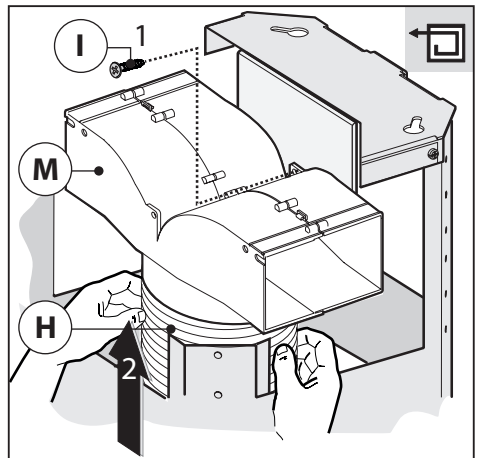
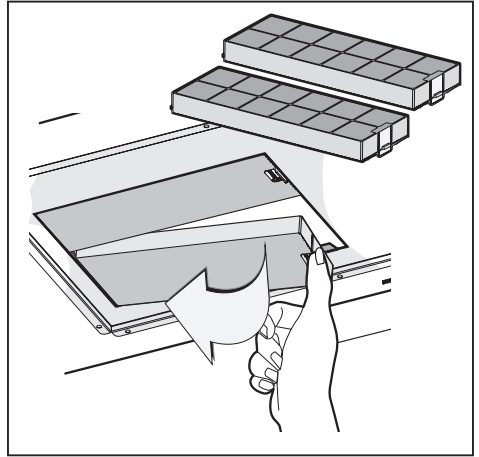
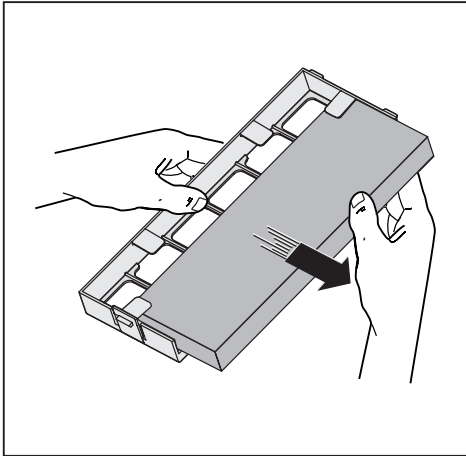

Fig.13
Fig.16
Fig.17
•**Versione filtrante:** abbiamo disponibili due tipi diversi di Kit, uno con filtri a carbone a cassetta (Fig.16) e l'altro con i filtri al carbone rigenerabili (lavabili) (Fig.17).
-Collegare il tubo flessibile al deflettore **M** e fissare la vite **I** come indicato in Fig.13, i filtri al carbone attivo devono essere applicati al gruppo aspirante posto all'interno della cappa (Fig.16).